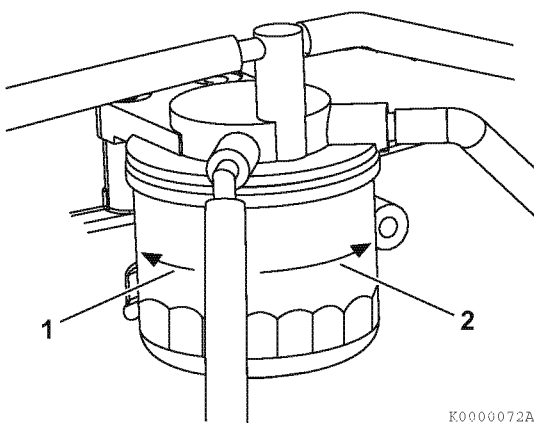

Figure 11
3. Enlevez le filtre à carburant en utilisant une clef pour filtre et tournez-le vers la gauche (1, **Figure 11**). Lorsque vous enlevez le filtre à carburant, maintenez-le avec soin pour empêcher le carburant de se déverser. Essayez immédiatement tout carburant déversé.
5. Installez le filtre à carburant neuf. Serrez à la main vers la droite (2, **Figure 11**) jusqu'au contact avec la surface de montage. Utilisez une clef pour filtre et appliquez un serrage compris entre 14 et 17 ft-lb (entre 19,6 et 23,5 N·m, entre 2,0 et 2,4 kgf·m) ou effectuez un tour supplémentaire en utilisant la clef pour filtre à huile.